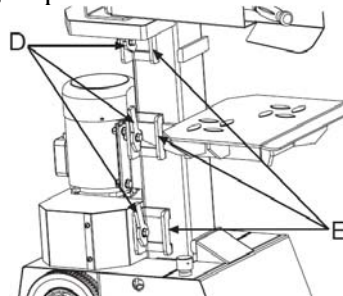

Fig.7
2. La table amovible peut être installée dans 3 positions d'installation (fig.7) pour des longueurs de bûches différentes.